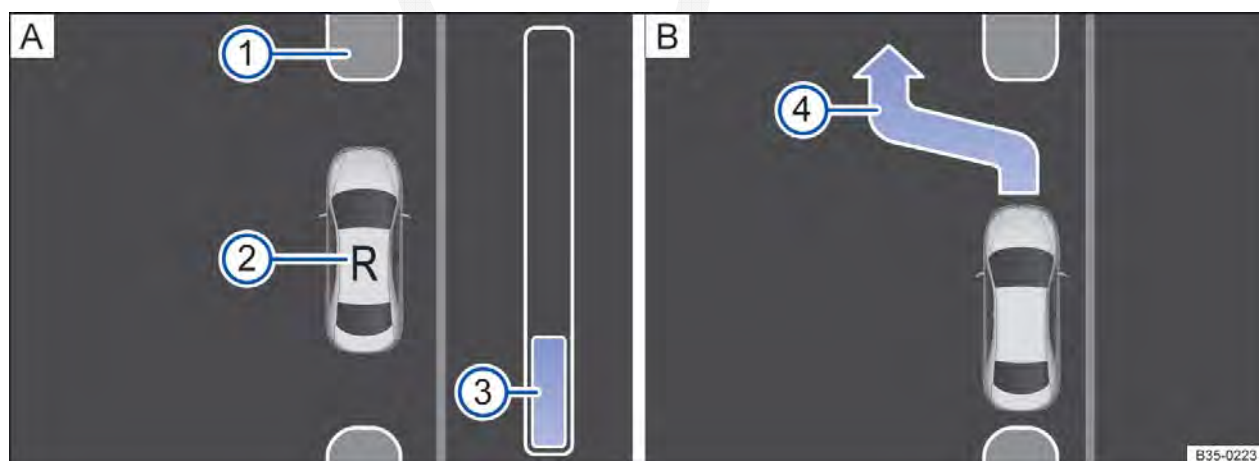

Fig. 163 No display do instrumento combinado: sair da vaga estacionamento paralela à pista.
Legenda para Fig. 163:
6.	As barras de etapas ⇒ Fig. 163  mostram a distância a ser conduzida ⇒ Página 234.